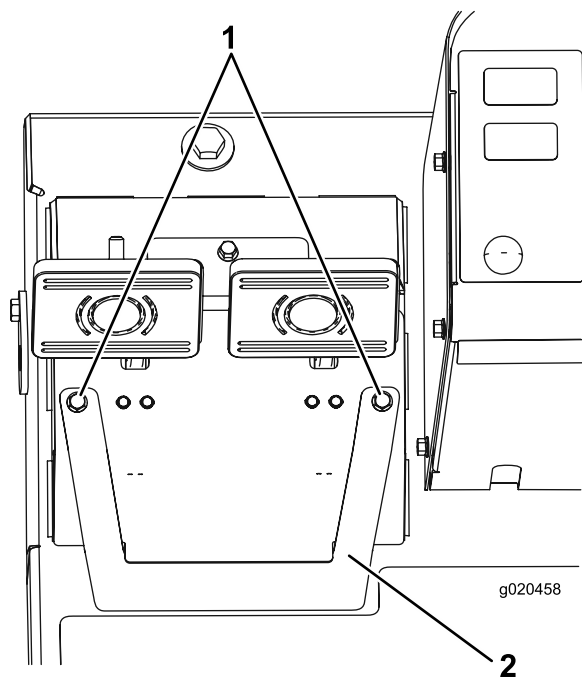

Figura 69
- A. Allentate le 2 viti di fissaggio e rimuovete il coperchio di regolazione dei freni (Figura 69).